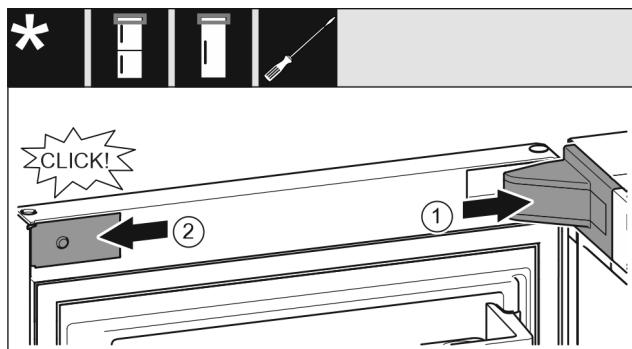

Fig. 22
- Τοποθετήστε και κουμπώστε το κάλυμμα του στηρίγματος, ενδεχ. αποσυμπίέστε το προσεκτικά. Fig. 22 (1)
- Εφαρμόστε στο πλάι το διακοσμητικό κάλυμμα και κουμπώστε το. Fig. 22 (2)